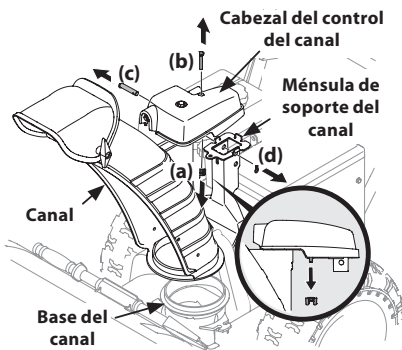

Figura 2-21
1. Retire la tuerca de mariposa (a) y el tornillo hexagonal (b) del cabezal de control del canal, y el pasador de horquilla (c) y el pasador de chaveta (d) de la ménsula de soporte del canal. Ubique el conjunto del canal (mirando hacia adelante) sobre la base del canal. Consulte Figura 2-21.
2. Ubique el conjunto del canal sobre la base del mismo y sujete el cabezal de control del canal a la ménsula de soporte del canal mediante el pasador de horquilla (c) y el pasador de chaveta (d) que extrajo en el Paso 1. Consulte Figura 2-21.